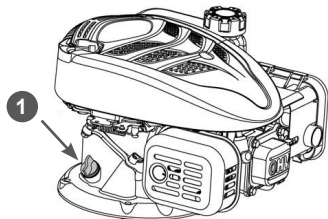

Рис. 12. Крышка-щуп маслозаливной горловины
2. Открутите крышку-щуп 1 маслозаливной горловины и извлеките щуп (Рис. 12).